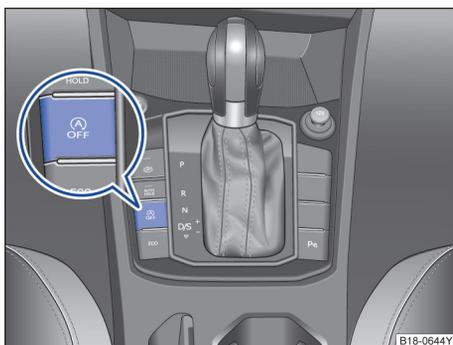

图 129 启停系统按钮
- 按两次按钮 ⇒ 图 129。
- 按下按钮 ⇒ 图 129。
- 踩下油门踏板或按下 键 ⇒ 第 16 页。⇒ 图 129，汽车会跟着前车加速。